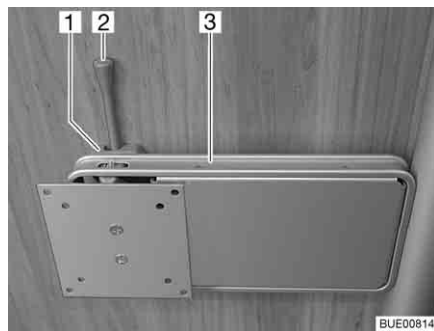

Bild 49 Fäste på pelare
- Tryck låsspaken (Bild 49,2) åt sidan och sväng fästet (Bild 49,3) med den platta bildskärmen till önskat läge.
- Vrid tillbaka den platta bildskärmen tills fästet (Bild 49,3) hakar fast i låset (Bild 49,1).